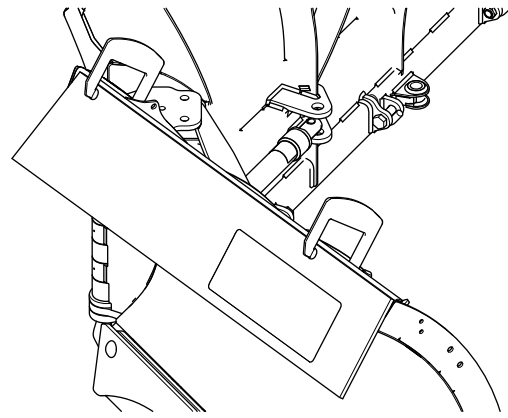

Bild 4
2. Klemmen Sie die Lamelle an der oberen Kante der Schneeschilde fest (Bild 4).